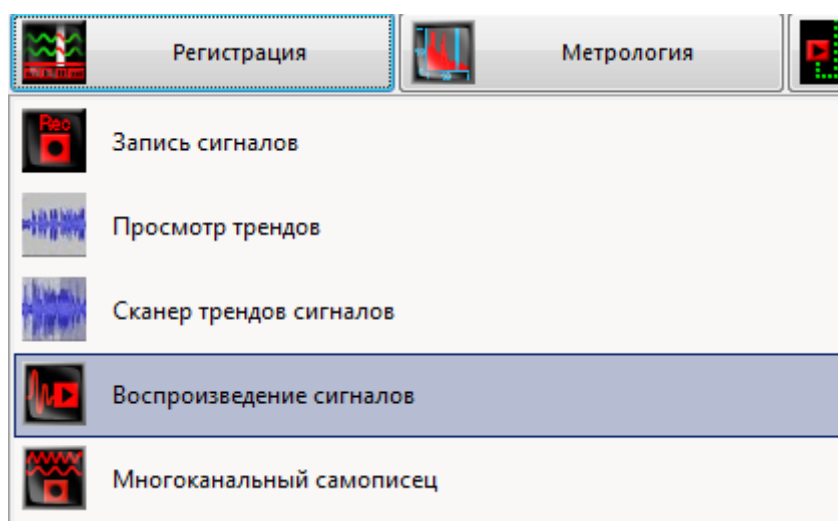

Рис. 3.9 Меню «Регистрация»
2. Для обработки записанных сигналов программой «Система диагностики лифтов» необходимо воспроизвести зарегистрированные сигналы, используя программу «Воспроизведение сигналов» из меню «Регистрация» панели ZETLAB (Рис. 3.9).